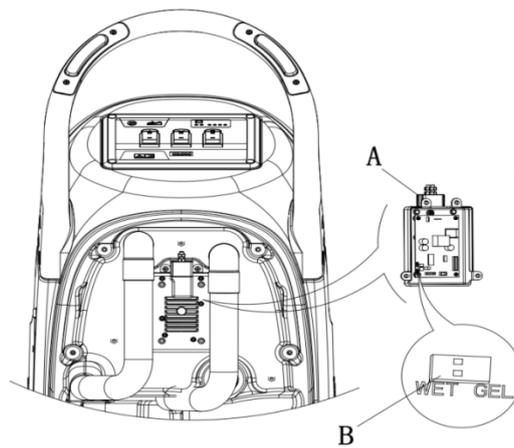

Abbildung 5
1. Vergewissern Sie sich, dass der Batteriestecker (9) gezogen ist. Die Werkseinstellung ist für GEL-Batterien. Wenn die Einstellung den eingesetzten Batterien entspricht, können Sie direkt mit Schritt 7 fortfahren. Ansonsten folgen die nächsten Schritte 2 - 5.
2. Nehmen Sie den Ablaufschlauch (15) aus der Klemme.
3. Lösen Sie die Schrauben am Steuerkastendeckel (5), dem Batteriefachdeckel (10) und der Leiterplattenhalterung (A, Abbildung 5). Drehen Sie das PCBA um, um den DIP-Schalter (B, Abbildung 5) auf den Batterietyp /NASS oder GEL) umzustellen.